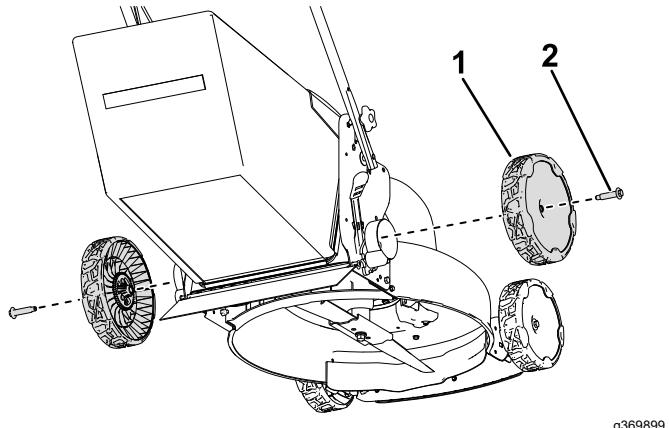

Figure 4
1. Fixez les roues sur la machine à l'aide des boulons retirés précédemment (Figure 4).